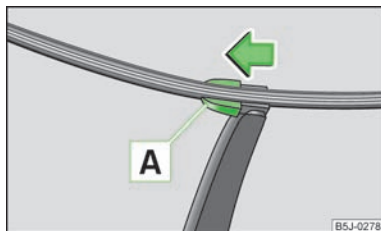

Fig. 32
- Afaste o braço do limpavidros do vidro e coloque a escova em ângulo recto relativamente ao braço » Fig. 32.
- Coloque a escova no braço do limpavidros e bloqueie a segurança **A** » Fig. 32.